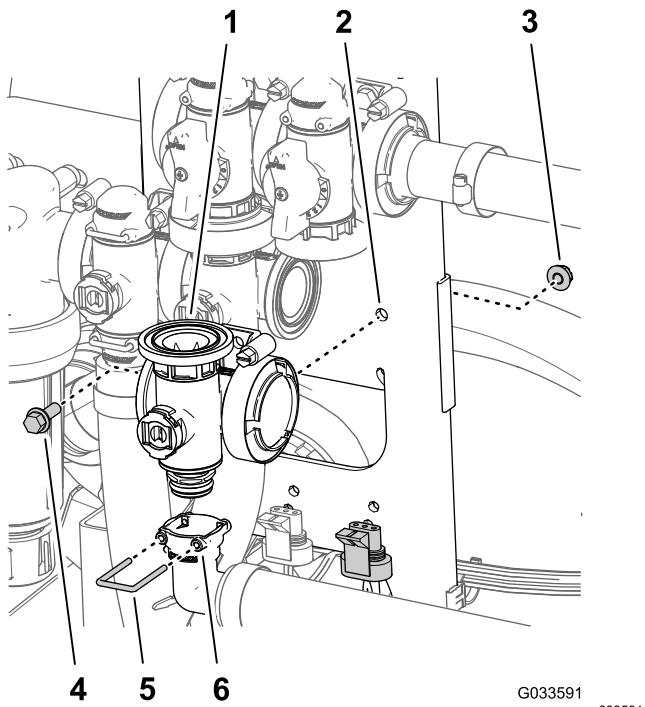

Figure 130
5. Alignez la douille du raccord de sortie à 90° et le raccord d'accouplement au bas du collecteur de la vanne maîtresse des rampes (Figure 130).
6. Fixez le raccord de sortie à l'accouplement en insérant un étrier de fixation dans la douille du raccord de sortie (Figure 130).